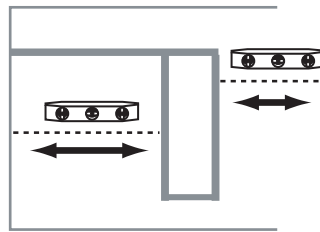

FIG. 4.1
2. Trace una línea de nivel a la par con la longitud del estante para todos los estantes **INFERIORES** (D) en la pared trasera del armario (Fig. 4.1).